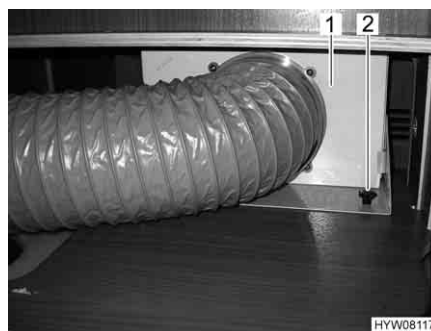

Fig. 194 Fissaggio del filtro di lanugine
- Svitare le viti a testa cilindrica zigrinata (Fig. 194,2).
- Tirare indietro il supporto (Fig. 194,1).